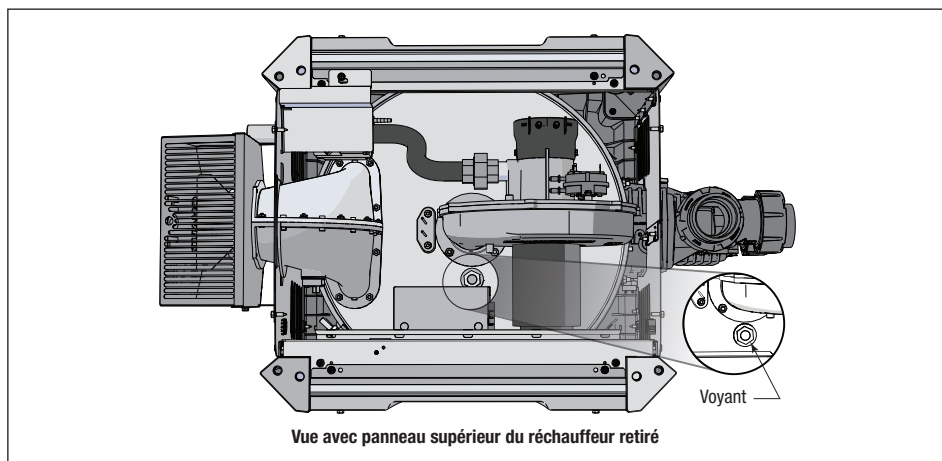

Figure 26. Retirez le panneau supérieur du réchauffeur pour voir le voyant
- Vérifiez visuellement la flamme du brûleur principal. Retirez la partie supérieure du réchauffeur pour inspecter le voyant. Voir Figure 26.